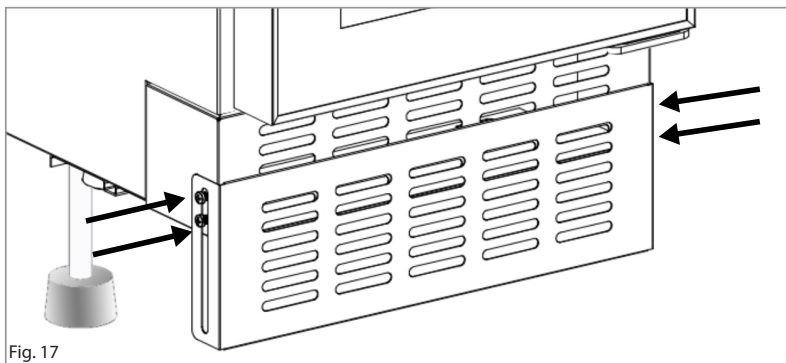

Fig. 17
1. Løsne de to skruene på hver side av sokkelbeslaget (fire til sammen – fig. 17).